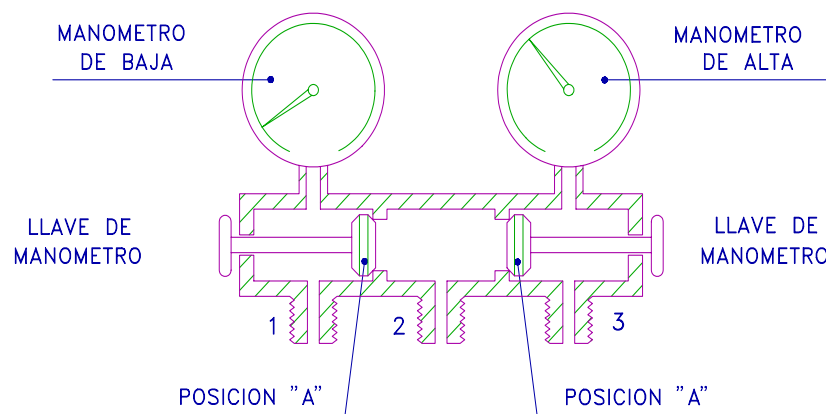

Fig.5
- Situación de las llaves en posición "A", paso libre a través de las tomas (1) y (3). Cada manómetro indica la presión que recibe por su toma correspondiente (fig. 5).